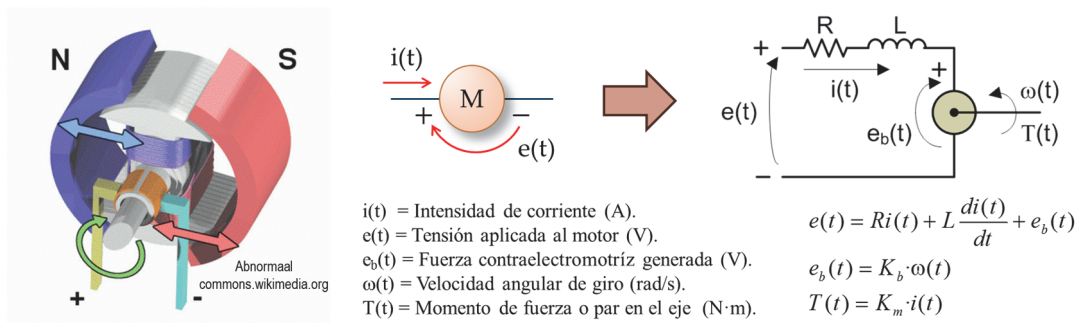

Figura 6. Estructura y modelo de funcionamiento de un motor CC típico.
Un motor CC típico se compone de un bobinado en el rotor y un campo magnético fijo en la armadura, además de un conmutador con escobillas que proporciona la corriente al bobinado, como se puede ver en la Figura 6. Este tipo de motor proporciona un par (T) en su eje que es función de la corriente que se le aplica a sus bobinas (i). La corriente que circula por las bobinas depende a su vez de la tensión que se aplica al motor (e), de la resistencia (R) e inductancia (L) del bobinado, y de la fuerza contra-electromotriz que produce el motor (e_b). Todo motor CC es un generador, y produce una fuerza contra-electromotriz en función de la velocidad de giro del eje (ω). Esa velocidad depende de la carga que el motor debe mover y el par que genera el motor, según el modelo dinámico de la carga.